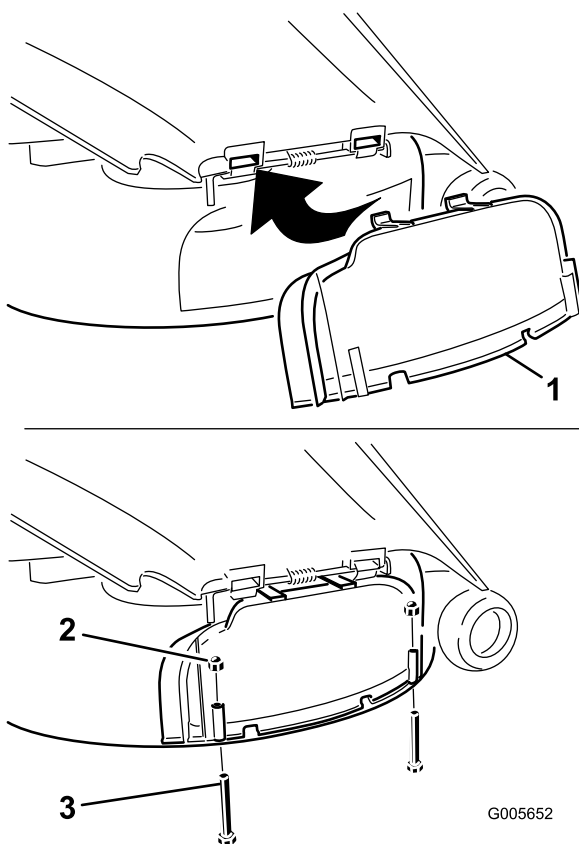

Figura 30
3. Levante o deflector de relva e faça deslizar as abas na parte superior da cobertura de descarga para debaixo da haste de retenção do deflector de relva. Rode a cobertura de descarga para baixo para cima da abertura e para o rebordo inferior do cortador (Figura 30).
4. Fixe a cobertura de descarga ao rebordo inferior do cortador com dois parafusos (1/4 x 2-1/2 polegadas) e duas porcas da tampa (1/4 polegada) conforme indicado em Figura 30.